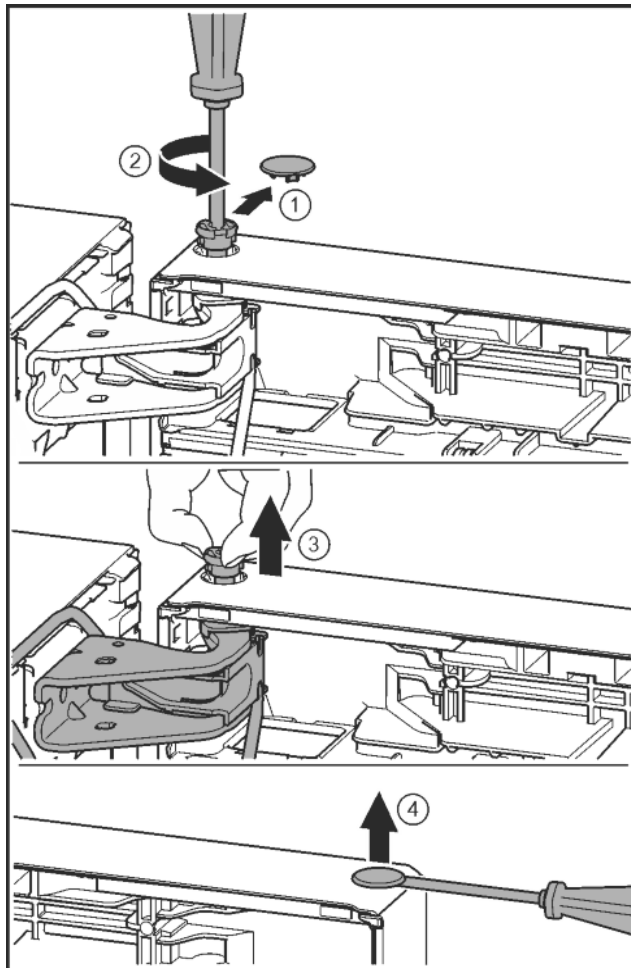

Fig. 26
- ▶ Sicherungsabdeckung vorsichtig abziehen. Fig. 26 (1)
- ▶ Bolzen mit Schraubendreher T15 ein Stück herausdrehen. Fig. 26 (2)
- ▶ Tür festhalten und Bolzen mit den Fingern herausziehen. Fig. 26 (3)
- ▶ Stopfen aus der Tür Lagerbuchse vorsichtig mit einem Schlitzschraubendreher anheben und herausziehen. Fig. 26 (4)